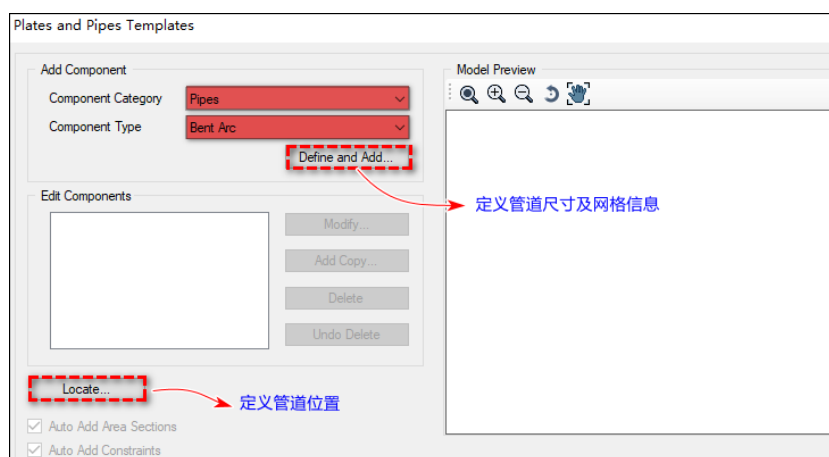

图 2.1 管道参数化定义模板
1. 新建模型将单位设为 KN、m，在快速模板当中选择【管和板】，在弹出的对话框当中选择类型为 Pipes+Bent Arc，如图 2.1 所示。